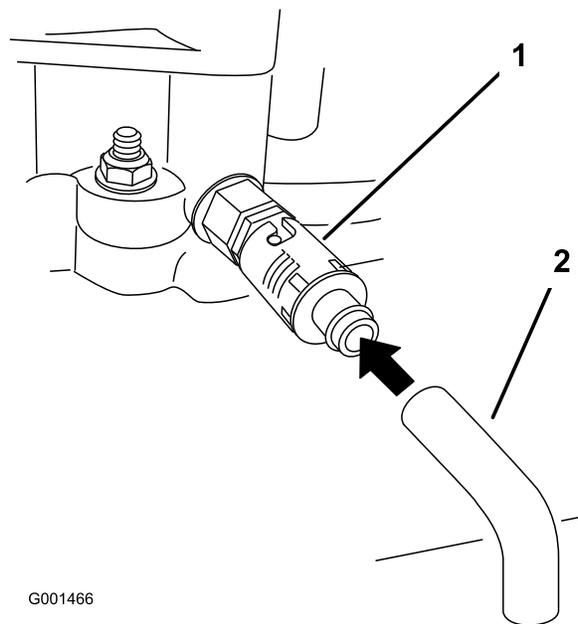

Figure 31
- Placez un bac sous le flexible de vidange. Tournez le robinet de vidange d'huile pour permettre à l'huile de s'écouler (Figure 31).
- Enlevez le flexible de vidange (Figure 31).